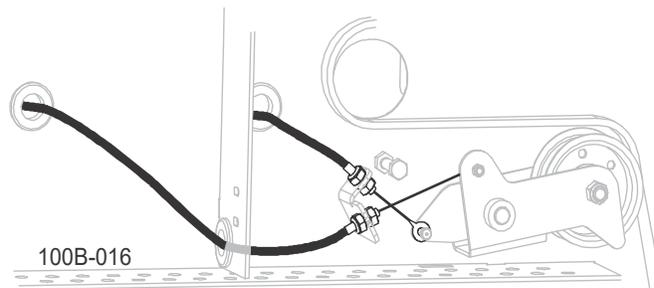

FIG. 3-28
**NOTA:** Además de la manija de embrague, el cable de embrague también puede ajustarse tanto en el embrague como en el propio motor. (Vea FIG. 3-28 )